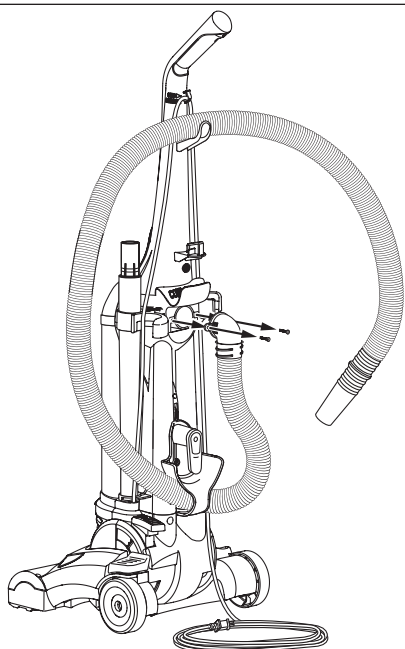

FIG. 17
**Step 2:** (FIG. 17) Remove electrical cord from cord hooks. Disconnect the clear tube by unscrewing the 2 screws, then lift away from cleaner. Check for any obstructions that may be in the tube or hose. Any obstructions can be removed by using a blunt instrument to clear the tube or hose. Flexing the hose may help loosen the blockage. After clearing blockage, reverse above steps to reassemble unit.
**Étape 2.** (FIG. 17) Retirez le cordon électrique des crochets de rangement. Débranchez le boyau en dévissant les deux vis et retirez-le de l'aspirateur. Vérifiez s'il est obstrué. Dégagez toute obstruction à l'aide d'un instrument non pointu et non tranchant. Pliez le boyau peut aider à le déboucher. Après avoir dégagé le boyau, répétez les étapes énumérées précédemment en inversant l'ordre pour réassembler l'appareil.
**Paso 2.** (FIG. 17) Retire el cordón eléctrico de los ganchos. Desconecte el tubo transparente destornillando los dos tornillos y retírelo de la aspiradora. Verifique que no haya ninguna obstrucción en el tubo o la manguera. Puede remover cualquier obstrucción usando un instrumento sin filo para destapar el tubo o la manguera. Si dobla la manguera ayudará a liberar la obstrucción. Después de remover el bloqueo, invierta los pasos anteriores para volver a ensamblar la unidad.